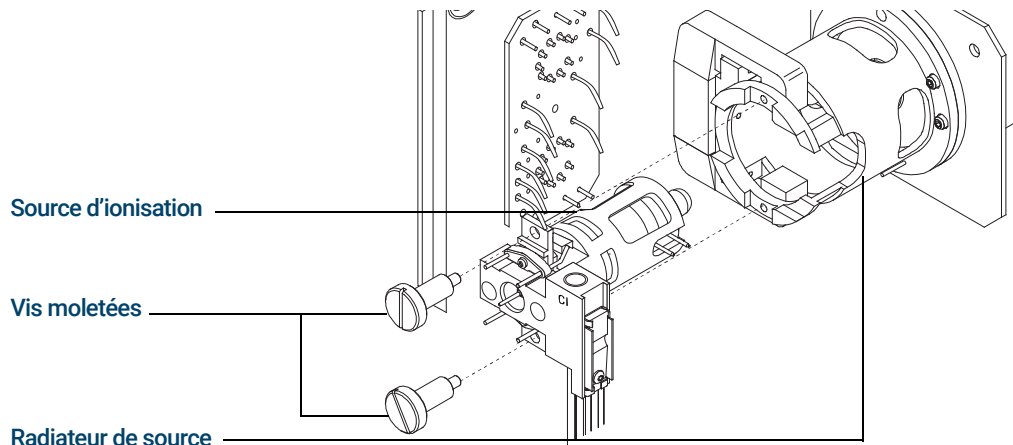

Figure 70. Installation de la source CI
- 4 Installer les vis moletées. (Voir **Figure 70**.)